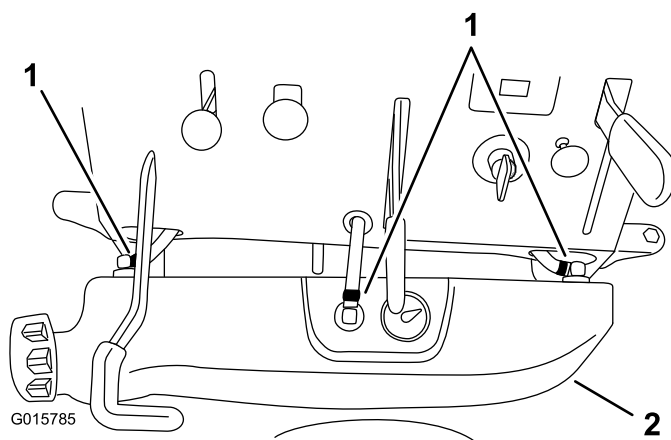

Figura 4
9. Levante el depósito todo lo posible hacia arriba y hacia adelante (Figura 4).
10. Desconecte las 3 mangueras de ventilación del depósito de combustible aflojando las abrazaderas (Figura 4).